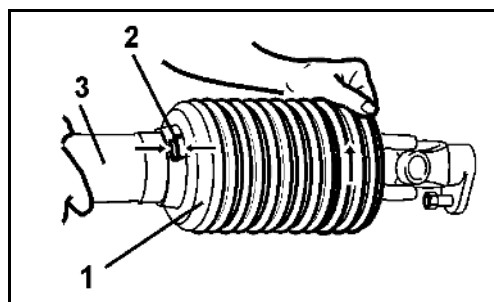

Fig. 51
3. Drej beskyttelsestragten (Fig. 51/1) i monteringsposition.
4. Træk det halve beskyttelsesrør af (Fig. 51/3).